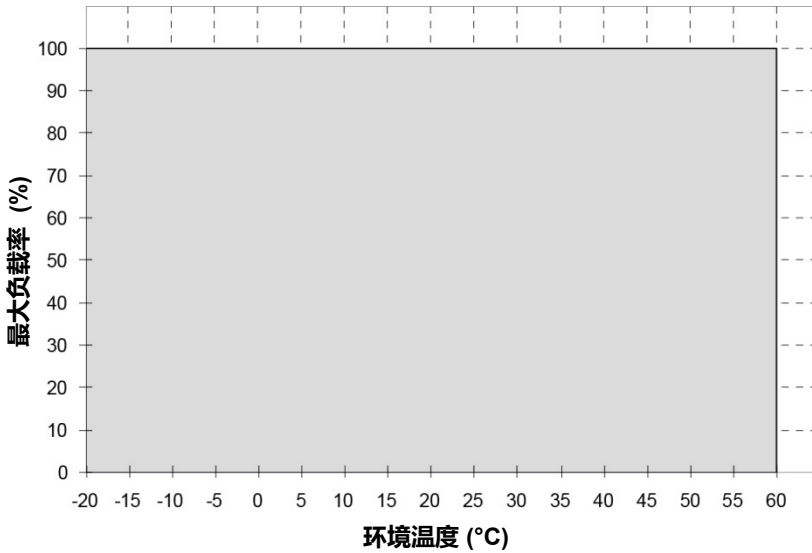

图. 2 运行温度全范围无功率降额 (-20°C 至 +60°C)
1. 电源如果持续在降额曲线以外区间使用, 可能导致零部件降级或损坏, 具体参照图 2 所示。